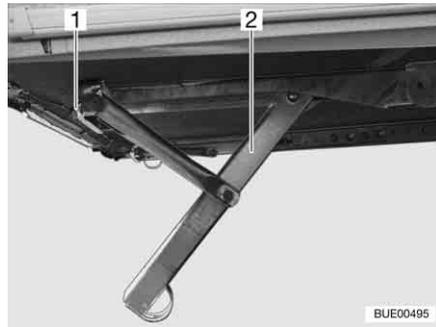
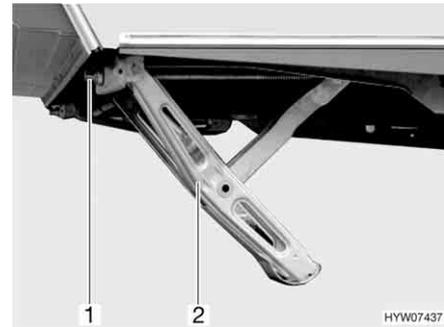

Fig. 22 Stabilisateur abaissé (variante 1)
Fig. 23 Stabilisateur abaissé (variante 2)
- Pour cela, placer la manivelle livrée en série avec la caravane sur l'écrou à six pans (Fig. 22,1, Fig. 23,1 ou Fig. 24,1) du stabilisateur (Fig. 22,2, Fig. 23,2 ou Fig. 24,2).